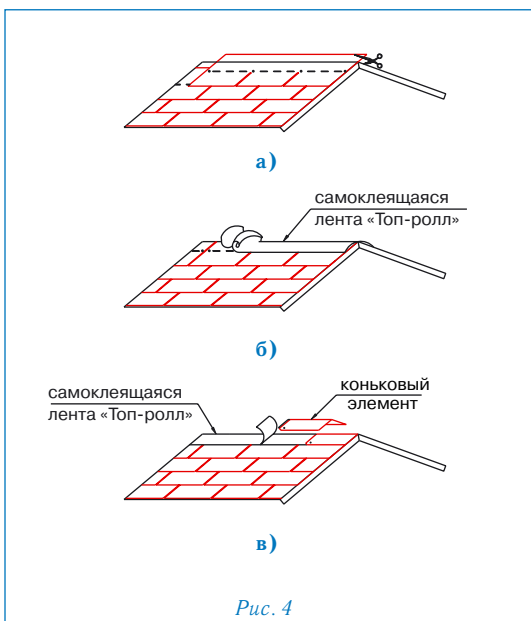

Рис. 4
Конек (рис.4)
• выступающие части листов обрезаются (рис. 4а);
• линия соединения материала на скатах покрывается специальной самоклеящейся лентой «Топ-ролл» (рис. 4б);
• далее снимается защитная пленка с верхней стороны ленты «Топ-ролл»; затем устанавливаются внахлест специальные коньковые элементы, при этом с их нижней стороны также снимается защитная пленка; коньковые элементы должны хорошо прижматься к основанию кровли (направление укладки по преимущественному направлению ветра). Каждый коньковый элемент фиксируется двумя латунными гвоздями длиной 35 мм, которые перекрываются следующим коньковым элементом (рис. 4в).